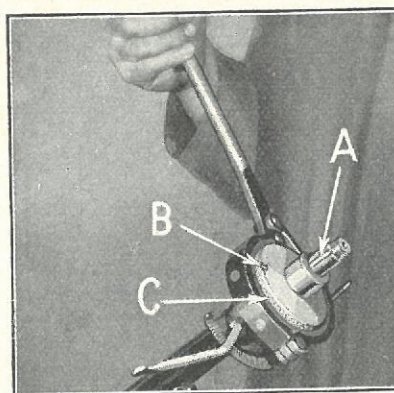

Fig. 387
748 Driv Kilen i Styreakslen ud (Fig. 387-A) ved at banke den ud af Kilegangen med en lille Hammer og Dorn.
749 Skru Stopskruen »B« (Fig. 387) ud og aftag Styretransmissionsdækslet »C« med en Tang med Blykæber.
- 770** Fyld Transmissionshuset med Fedt inden Dækslet sættes paa og skru dette fast til ved Hjælp af en Tang med Blykæber (Fig. 387). Sæt Dækselskruen »B« (Fig. 387) i og skru den fast til.